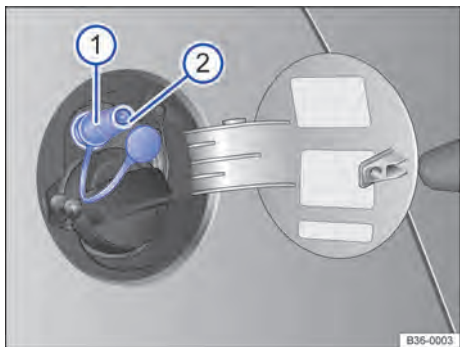

Fig. 217 Com a portinhola do tanque de combustível aberta: bocal de abastecimento de gás (1), anel de vedação do bocal de abastecimento de gás (2).
- Retirar a tampa do bocal de abastecimento de gás \Rightarrow Fig. 217 (1).